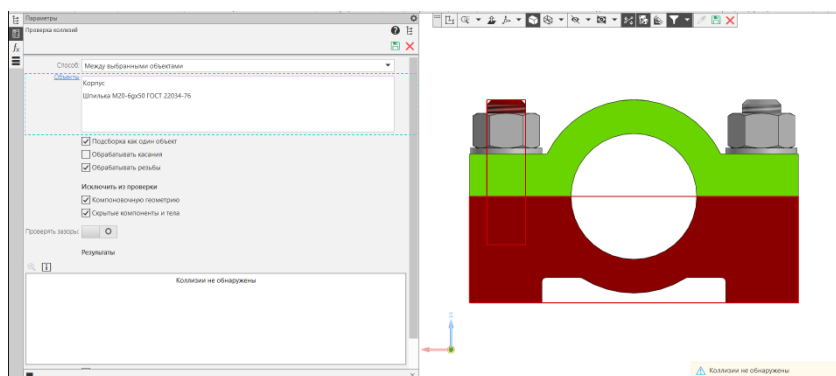

Рис. 31 Команда «Проверка коллизий»
- **Сборка – Диагностика – Проверка коллизий.** Команда позволяет выполнить анализ пересечений выбранных поверхностей, анализ соответствия шага резьбы. В окно «Объекты» необходимо добавить компоненты, которые нуждаются в проверке, а также указать параметр «Обрабатывать резьбы» и выполнить проверку (рис. 31).